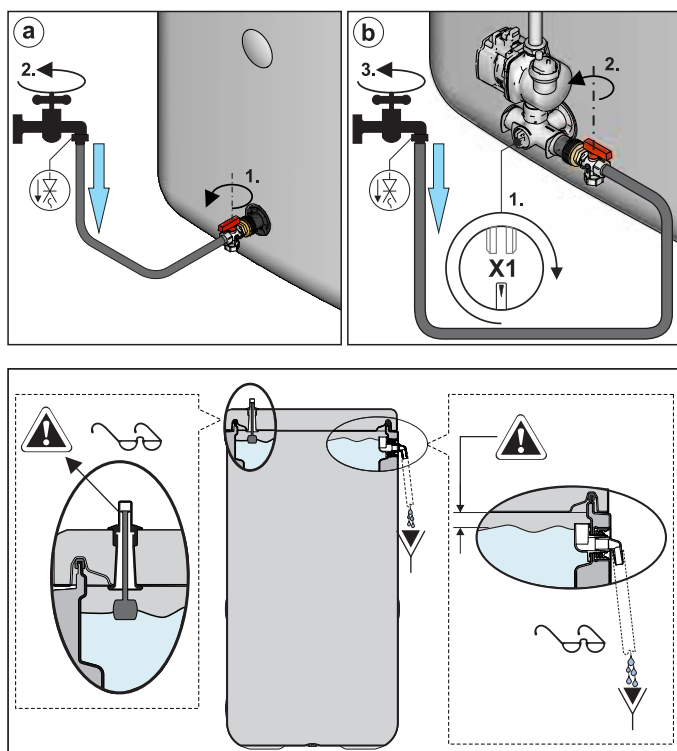

Bild 3-5 Befüllung Pufferspeicher - mit KFE-Befüllanschluss
- Nur bei  $p=0$  Solarsystem: Ventileinsatz am Anschlusswinkel so einstellen, dass der Weg zum Füllschlauch geöffnet wird (Bild 3-5).
- KFE-Hahn am **KFE-Befüllanschluss** und Kaltwasserzufluss öffnen und Speicherbehälter des Daikin EKHWP **befüllen bis Wasser am Sicherheitsüberlauf** (Bild 3-5, Pos.5) austritt.